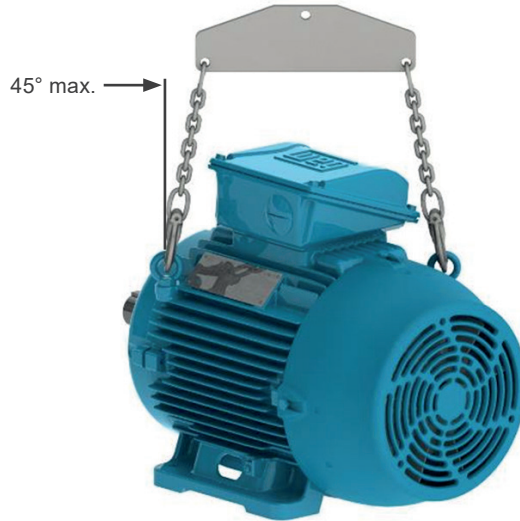

Figura 4.4: Ángulo máximo resultante para motores con dos o más cáncamos de elevación
- Motores con cáncamos verticales, conforme Figura 4.4 de la página 93, el ángulo máximo resultante debe ser de 45° en relación al eje vertical. Se recomienda la utilización de una barra separadora, para mantener el elemento de elevación (corriente o cable) en el eje vertical y evitar daños a la superficie del motor.